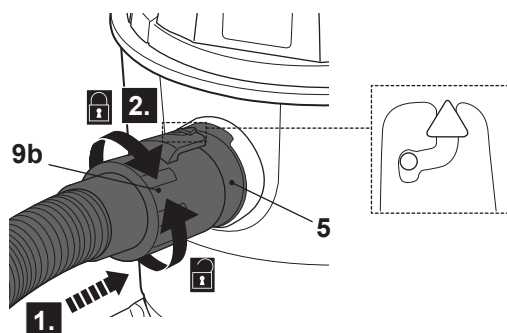

Fig. 11
- > Alinee la flecha que hay en el conector del tubo (9b) con la lengüeta de la apertura exterior de la entrada de aire (5) y deslice el conector del tubo en la apertura exterior de la entrada de aire (Fig. 11, paso 1).
- > Gire el conector del tubo (9b) en el sentido de las agujas del reloj y compruebe que la conexión esté bien fijada (Fig. 11, paso 2).